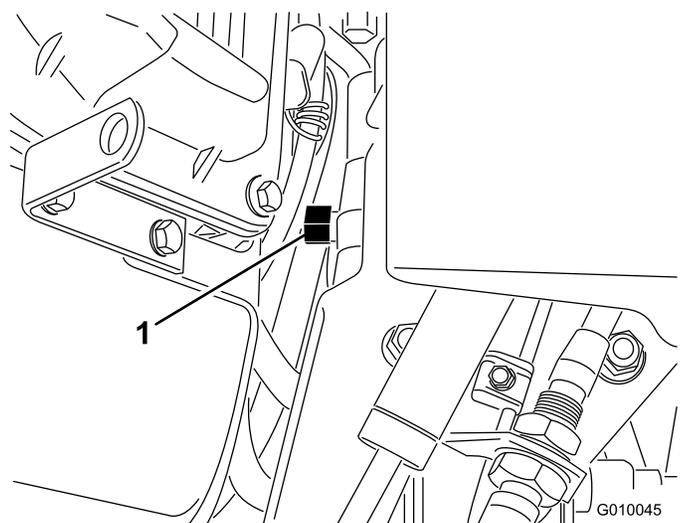

図 30
2. エンジンと油圧ポンプの途中に配置されているバイパスバルブを探し出す 図 30。
3. レンチ5/8 インチを使ってバイパスバルブを左回りに1回転させる。これで油圧回路がバイパスされ、車輪が自由に回るようになります 図 30。
5. エアレータの運転を再開するには、バイパスバルブを右回りに1回転させる 図 30。